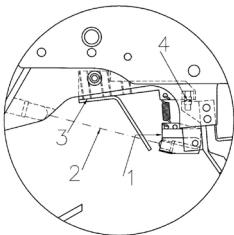

图3
请注意关闭拉索(1)时要注意确保扳机手指不与光学传感器线路(图3中的2，光学传感器)相接触，这样可以避免在装填过程中由于震动导致意外射击，尤其是当扳机调整设置的很敏感时。触发射击时，请将手指放在扳机上，必须注意确保手指不会干扰光学传感器的信号(图3中的2，光学传感器)。
3. 扳机调整(图3和图5)